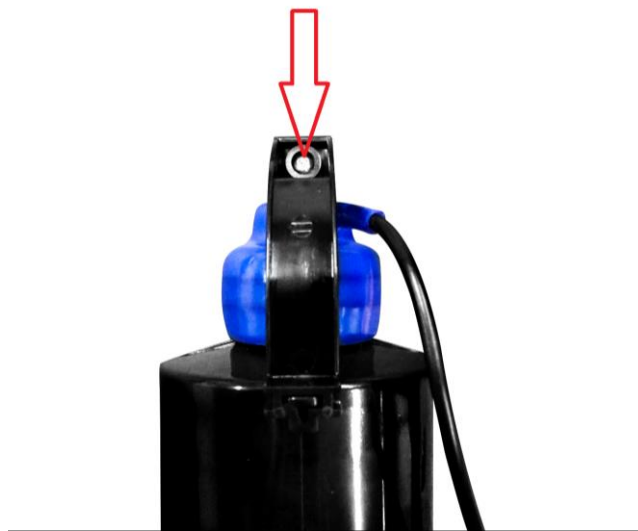

Рисунок 11
- Замена соединителей лампы (белой пластиковой вставки внутри синей крышки лампы) при наличии признаков коррозии, влажности, повреждения или перегрева. Рисунок 11.